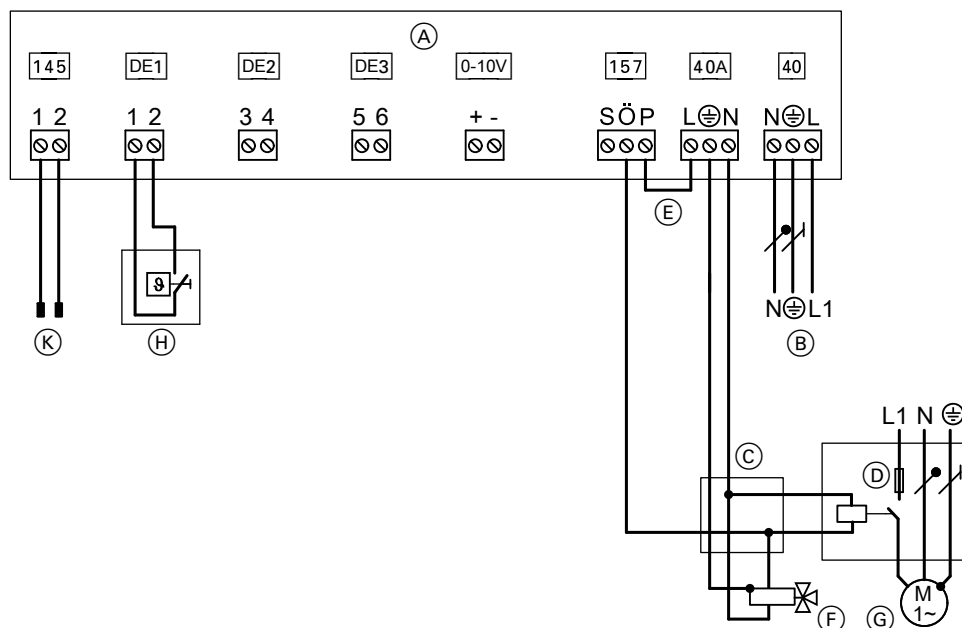

Abb. 34
- Anschlüsse an Erweiterung EA1 **nur** gemäß Abb. 34 ausführen.